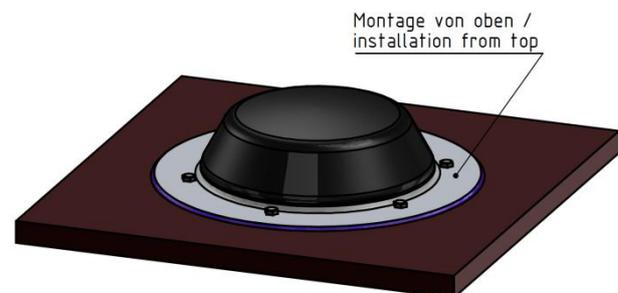

Abb. 2
*Bei dickeren Dächern (z.B. GFK-Sandwich-Bauweise) empfehlen wir zudem die Montage unserer Antennensondertypen mit dem Gegengewicht von oben (Abb.2), da sich sonst aufgrund des großen Abstands zwischen Mutter (metallischer Kontakt zum Gegengewicht) und Antenne die Anpassung ungünstig verschieben kann.*